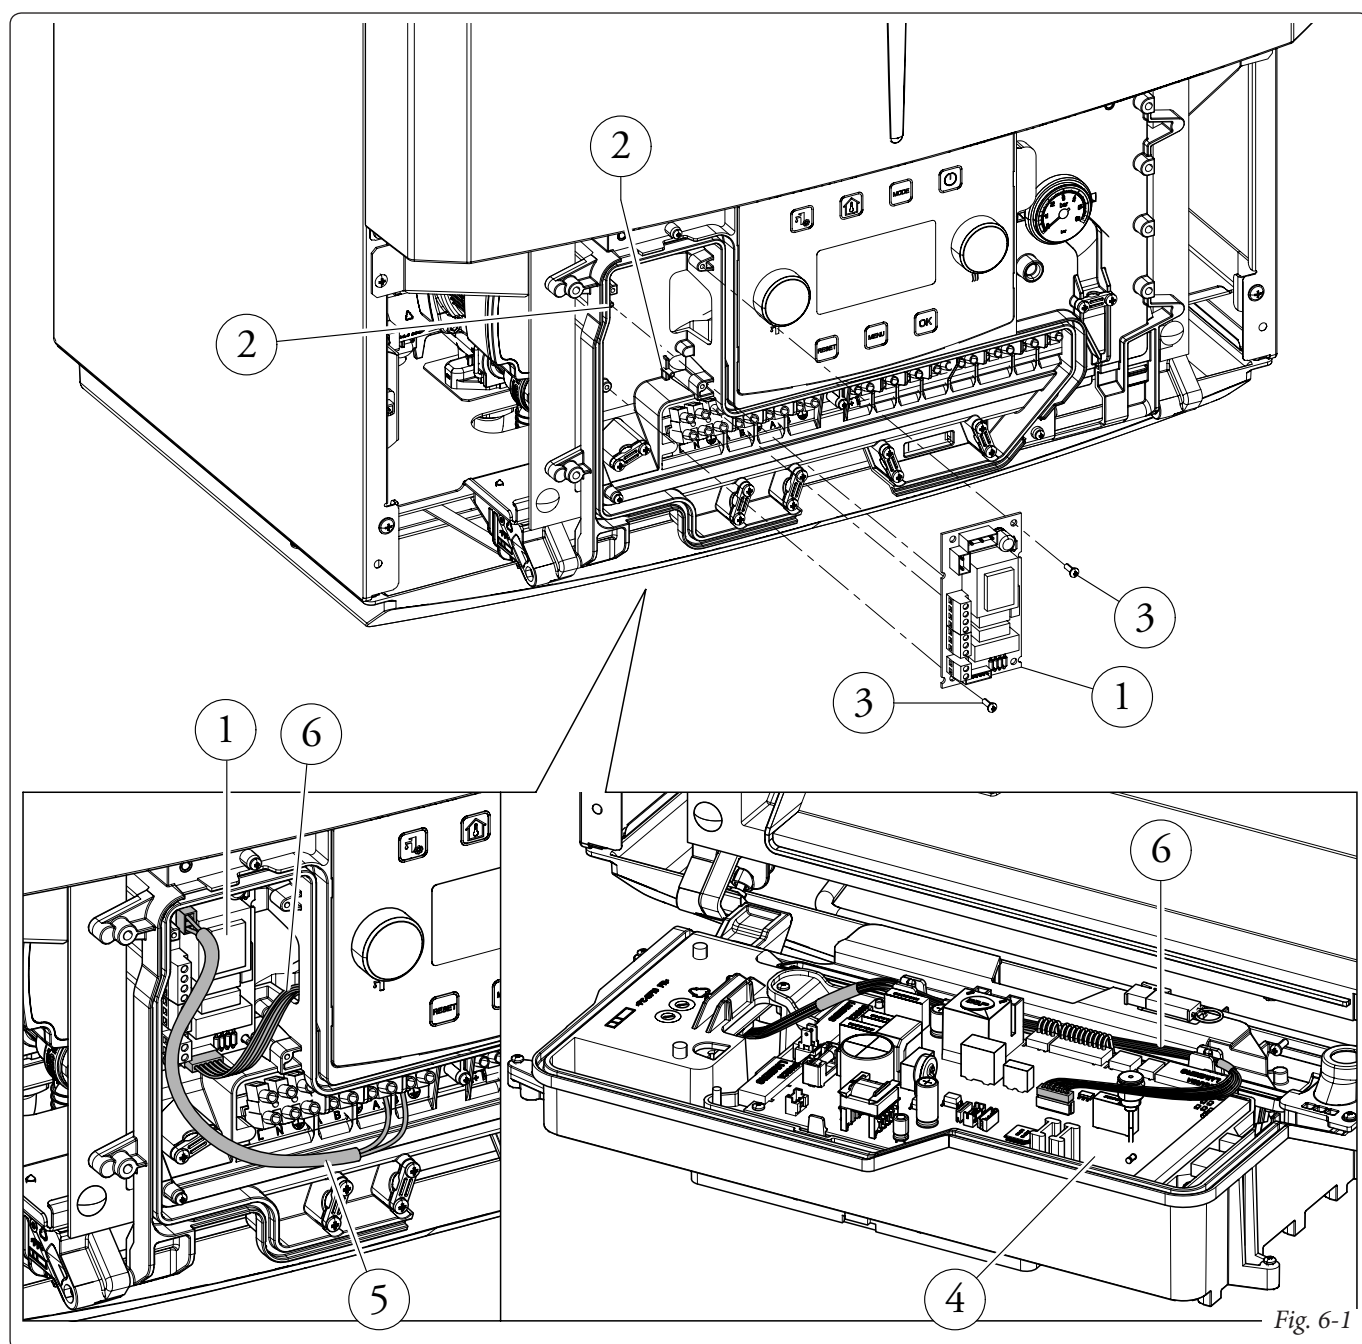

Fig. 6-1
- Effettuare i collegamenti elettrici tra scheda relè (1) e vano allacciamento elettrico di caldaia (per l'alimentazione 230V) e tra scheda relè e scheda elettronica posta nella parte posteriore del cruscotto di caldaia (per i segnali di controllo) utilizzando l'apposito cablaggio composto da due cavetti forniti unitamente al kit.
- Il cavo di collegamento (6) tra scheda relè (1) e scheda di caldaia (4) deve rispettare il percorso prescritto (vedi fig. 6-1).
- L'alimentazione elettrica (5) deve essere collegata ai morsetti A e B (vedi fig. 6-1).